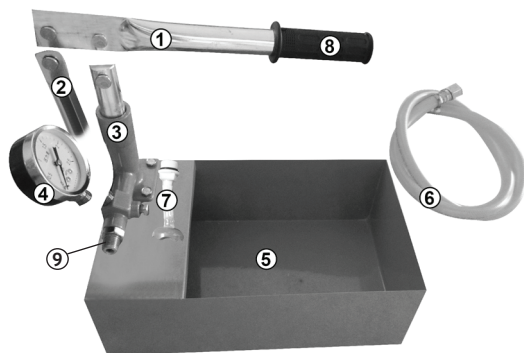
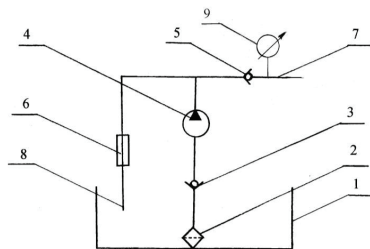

рис. 1
рис. 2 (Гидравлическая схема)
1.7 Общий вид опрессовщика представлен на рис. 1
Опрессовщик состоит из плунжерного насоса в корпусе нагнетателя (рис.1 поз.3), который закреплён на полке в верхней части бака (рис.1 поз.5). К выходному патрубку (рис.1 поз.9) подсоединяется рукав высокого давления (рис.1 поз.6). Второй конец рукава высокого давления предназначен для непосредственного подсоединения к испытываемой гидравлической системе.
1.8 Дренажный вентиль (рис.2 поз.6) служит для закрывания и открывания отверстия для слива, а запорный вентиль на нагнетательном патрубке (рис.2 поз.5) для закрытия испытываемой гидравлической системы под давлением. Манометр (рис.1 поз.4) служит для контроля давления в испытываемой гидравлической системе. На всасывающем патрубке (рис.2 поз.3) находятся всасывающий клапан и сетчатый фильтр (рис.2 поз.2).
1.9. Бак (рис.1 поз.5) служит для хранения рабочей жидкости (масла или воды), перед закачкой её в тестируемый объект.
2.3 Проверяйте и периодически очищайте фильтр (рис.2 поз.2) всасывающего патрубка.
3.1.1 Проверьте подсоединение рукава (рис.1 поз.6) к выходному патрубку (рис.1 поз.9).
3.1.2 Заполните бак (рис.1 поз.5) рабочей жидкостью до верхней части всасывающего патрубка (рис.2 поз.3).
3.1.3 Закройте вентиль (рис.2 поз.6) и откройте вентиль (рис.2 поз.5) на 2-3 оборота.
3.1.4 Поднимите выходную часть рукава (рис.1 поз.6) и залейте в него жидкость. Для удаления воздуха из гидравлической системы насоса сделайте пробное закачивание воды, при этом воздух из гидросистемы будет выходить через рукав.
3.3 Подсоедините рукав (рис.1 поз.6) к испытываемой гидравлической системе. Для уплотнения соединений используются прокладки из резины, обожжённой меди или фторопласта.
3.8 После проведения испытаний медленно откройте вентиль (рис.2 поз.6) для сбрасывания давления, при этом жидкость через дренажный шланг (рис.2 поз.8) будет поступать обратно в бак. Как только давление в гидросистеме упадёт, закройте вентиль соединяющий опрессовщик с тестируемой, системой.
3.9 Отсоедините рукав (рис.2 поз.7) от испытываемой системы.
4.2 Периодически проверяйте и очищайте фильтр на всасывающем патрубке (рис.1 поз.3) от загрязнений.
- Слейте воду из нагнетательной полости, открыв вентиль (рис.2 поз.6) и опустив шланг (рис.2 поз.7) в бак (рис.2 поз.1), а затем из бака в подходящую ёмкость, наклонив его;
- Залейте в бак машинного масла на 25-30 мм выше нижнего края всасывающего патрубка (рис.2 поз.3);